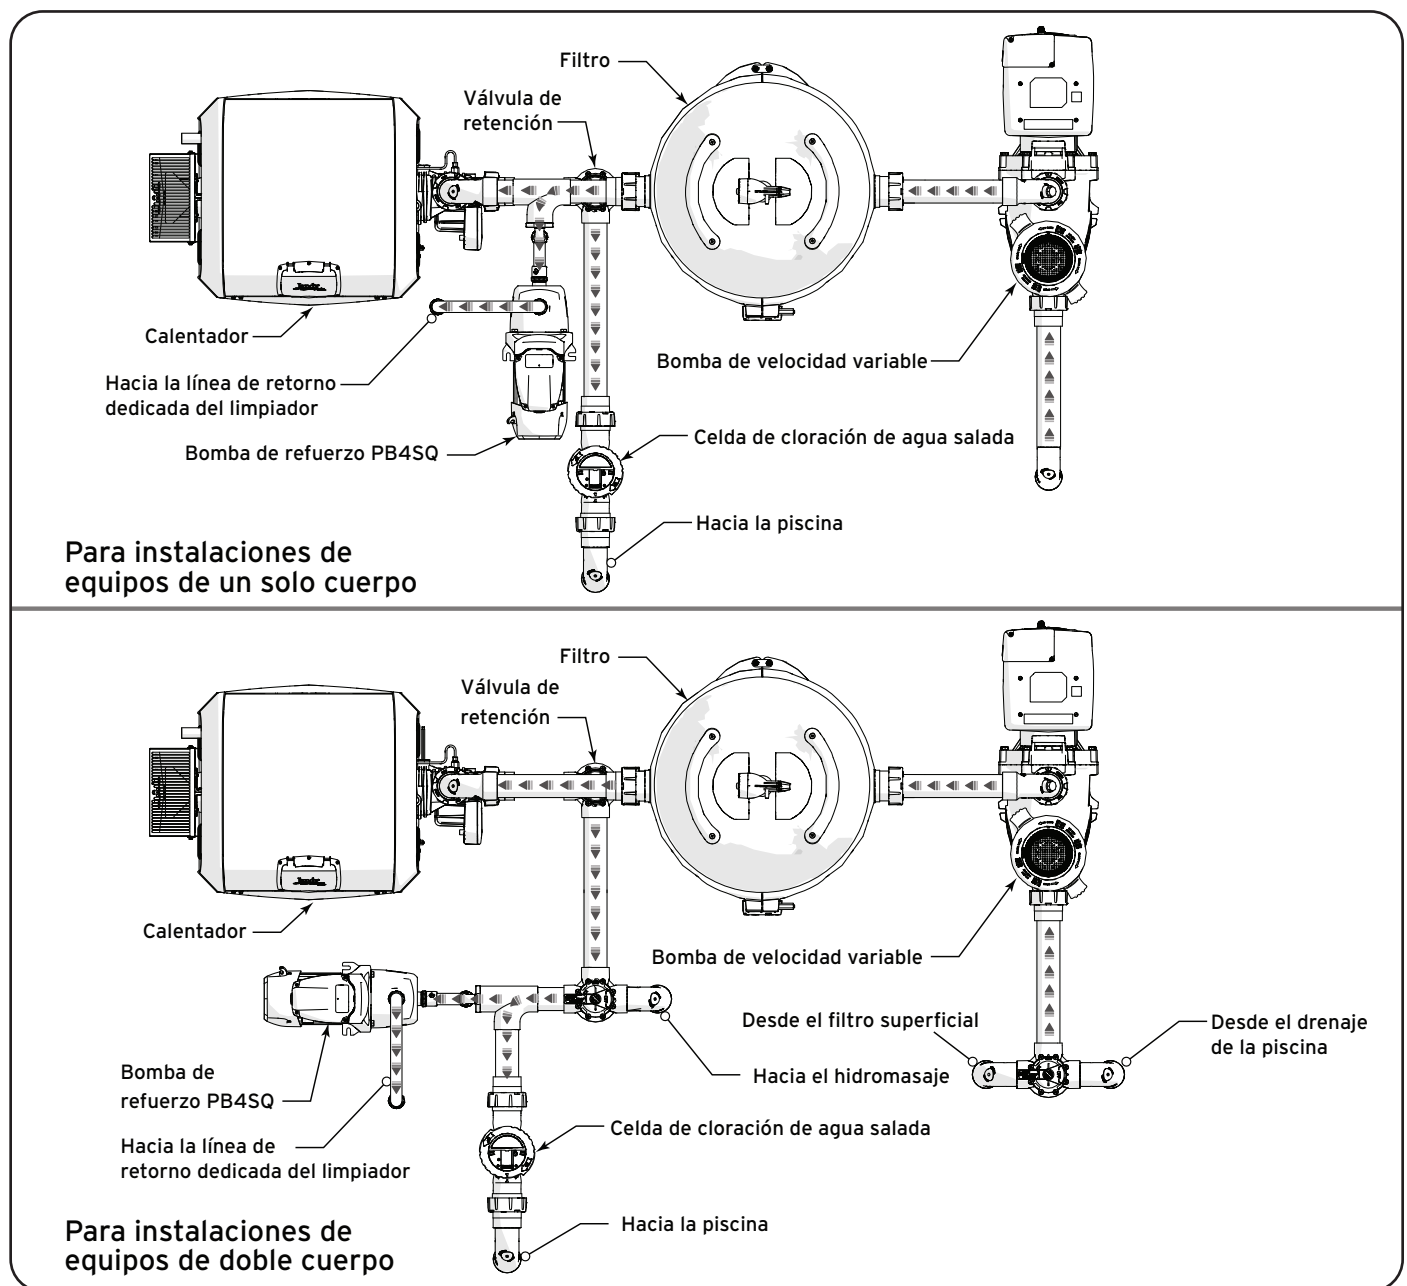

Figura 2. Disposición habitual de los equipos
- La bomba debe recibir un flujo constante desde la bomba de filtrado. El modelo PB4SQ **no es** una bomba con cebado automático. Consulte la Figura 2.